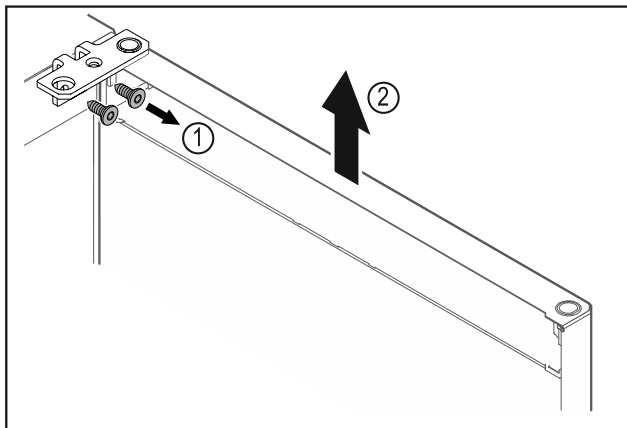

Fig. 9
- Scharnierhoek Fig. 9 (1) losschroeven.
- Deur inclusief scharnierhoek Fig. 9 (2) circa 200 mm recht omhoog tillen en verwijderen.